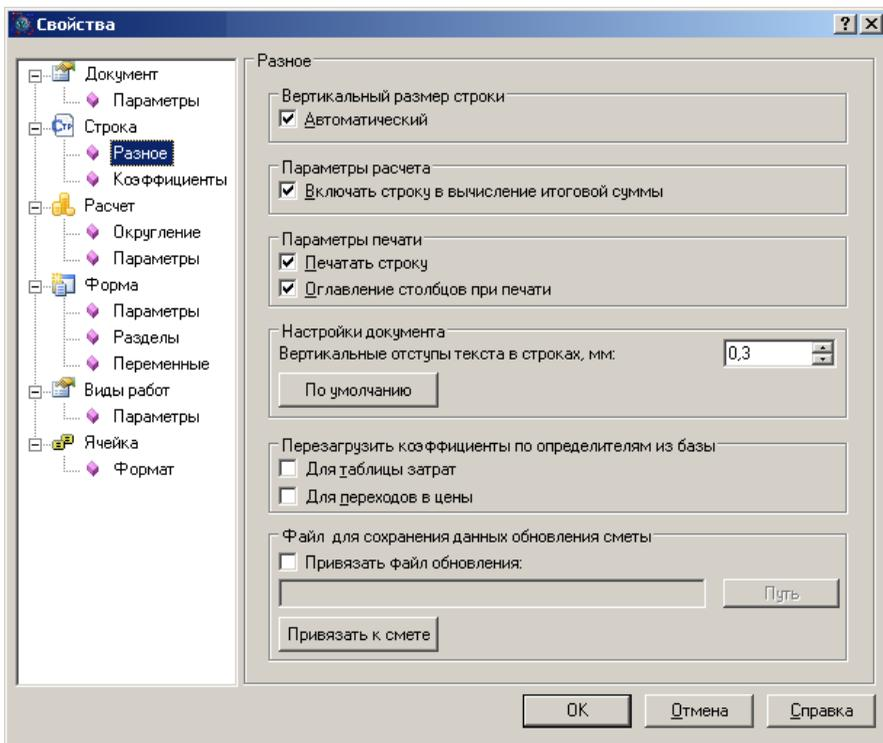

Рис. 5.3 Диалоговое окно «Свойства» разделе «Строка»/«Разное».
- в разделе «Строка»/«Разное» (Рис. 5.3) можно выбрать способ определения вертикального размера ячеек строки (по умолчанию установлен флаг «Автоматический», при котором высота строки определяется автоматически согласно высоте символов строки). При снятом флаге «Автоматический» высота строки может быть изменена в соответствии с требованиями пользователя. На данной закладке также можно выбрать размер вертикальных отступов текста в строках.